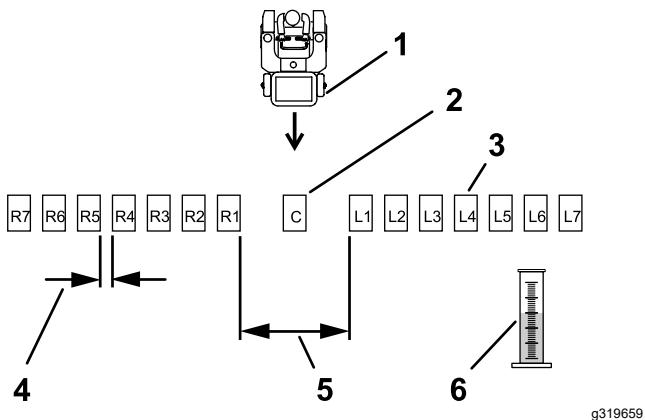
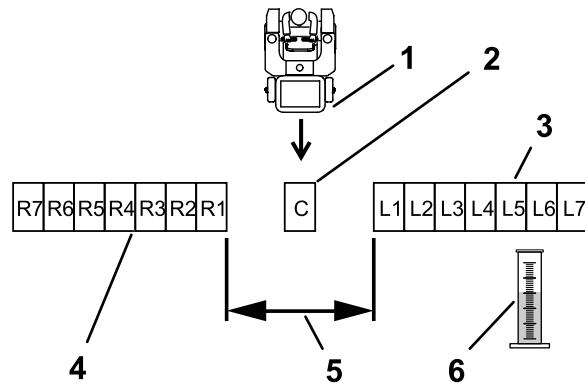

Figure 23
Figure 24
3. Placez les autres bacs en ligne droite, comme montré à la Figure 23 ou la Figure 24.
- Pour les produits granulaires de gros calibre : Disposez six autres bacs de chaque côté en les espaçant de 30 cm (12 po), comme montré à la Figure 23.
- Pour les produits granulaires de petit calibre : Disposez six autres bacs côte-à-côte de chaque côté (Figure 24).
8. Étiquetez chaque éprouvette de dosage en fonction du bac correspondant (par exemple L2, L1, Central, R1, R2) (voir Figure 23 et Figure 24).